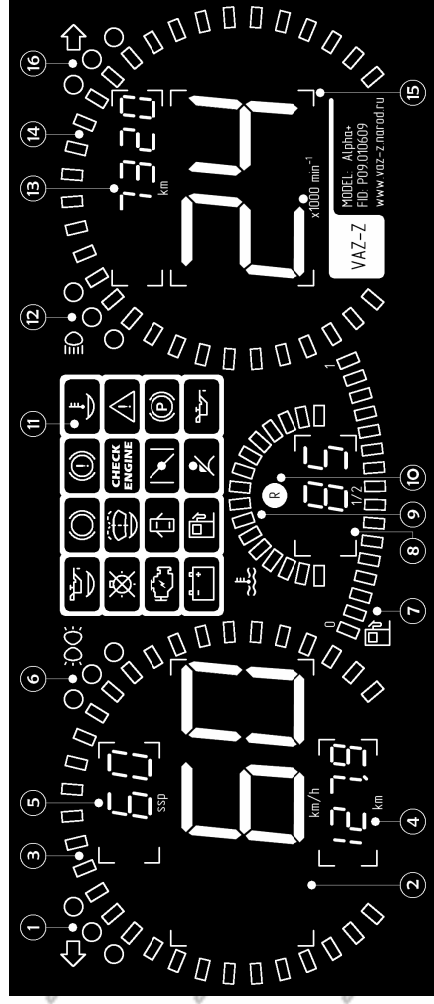

Рисунок 1
5.1 Общий вид лицевой панели цифровой комбинации приборов типа Alpha+ показан на рис.1